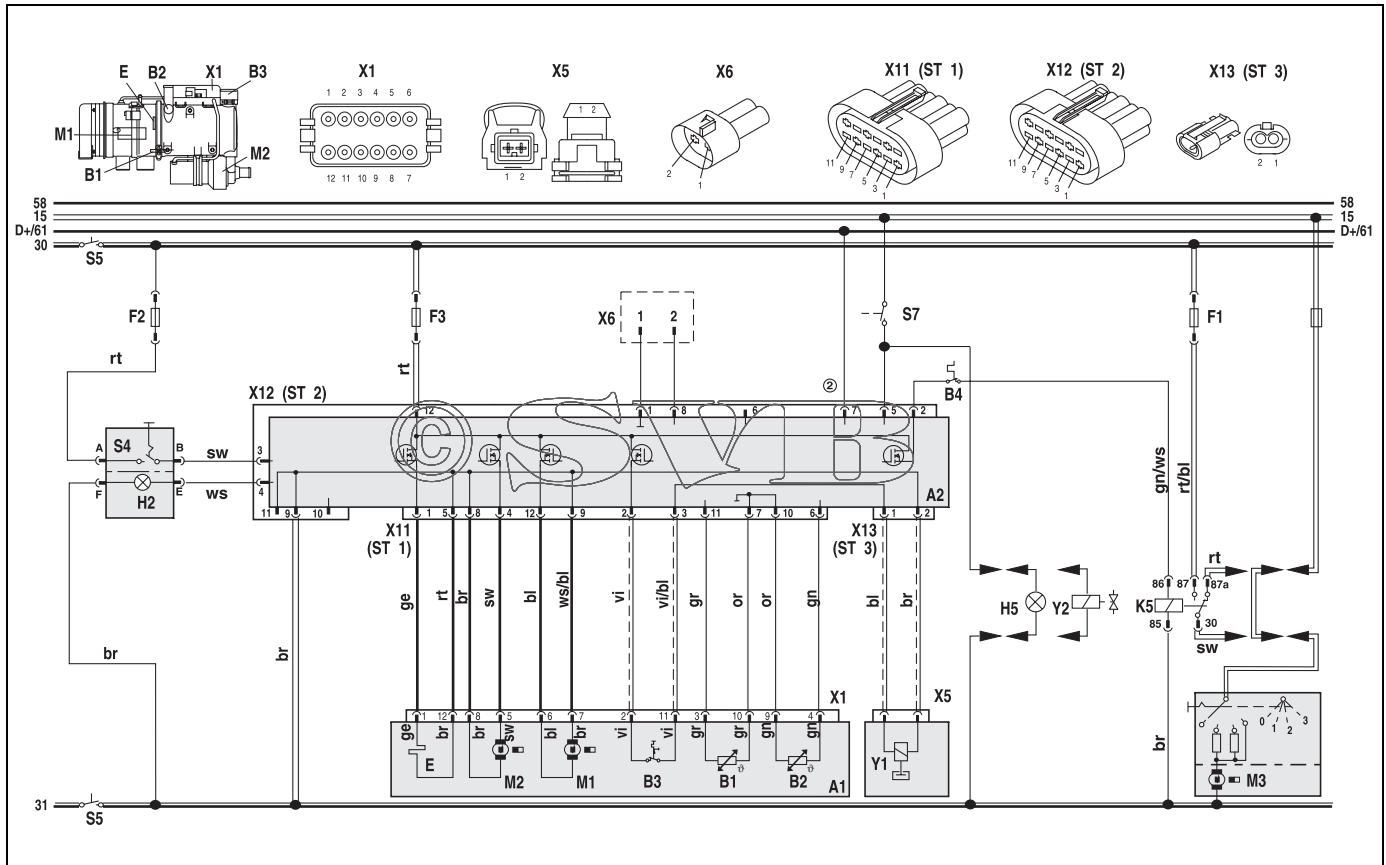

Bild 17: Systemschaltung für Thermo 90 S - ADR, 24V, mit Schalter, Legende siehe Seite 17 und 18.
- Schalter, siehe Schaltpläne Bild 17, 18, 21 oder 22.